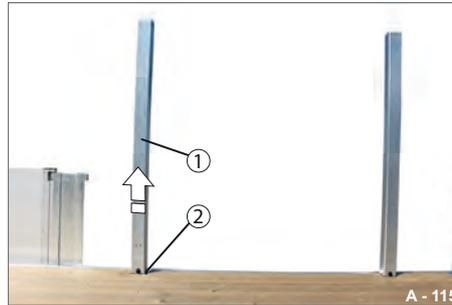

Abb. 170 Steckung herausnehmen
- ▶ Steckung (Abb. 170/1) aus der Rungentasche (Abb. 170/2) herausheben.